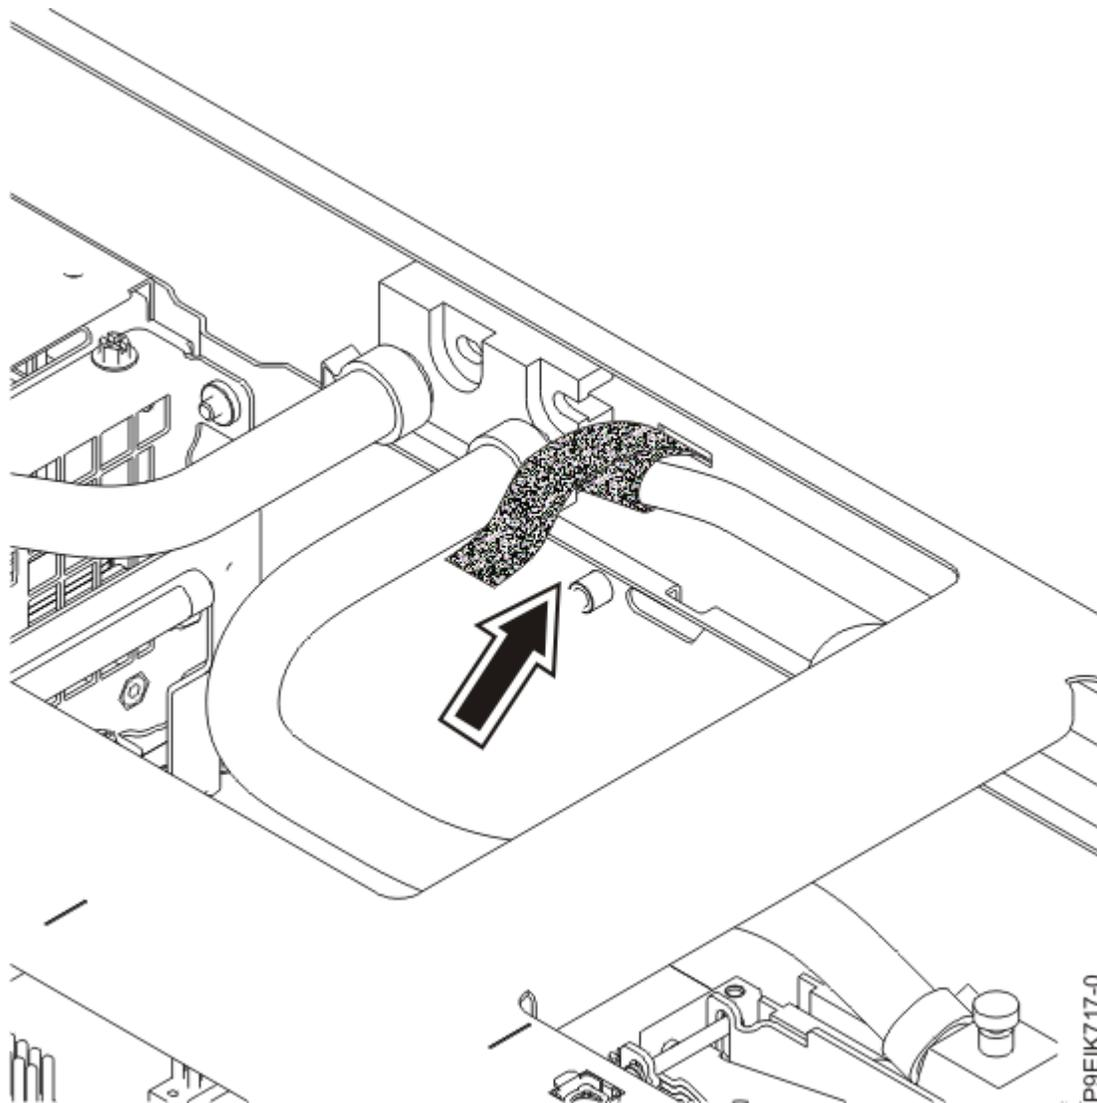

図 37. 側面パイプの前面の固定
8. システムの前面で、側面パイプを持ち上げます。それをピンの上に支えて、側面パイプの前面を冷却プレート取り付けキャリアに固定します (40 ページの図 37 を参照)。